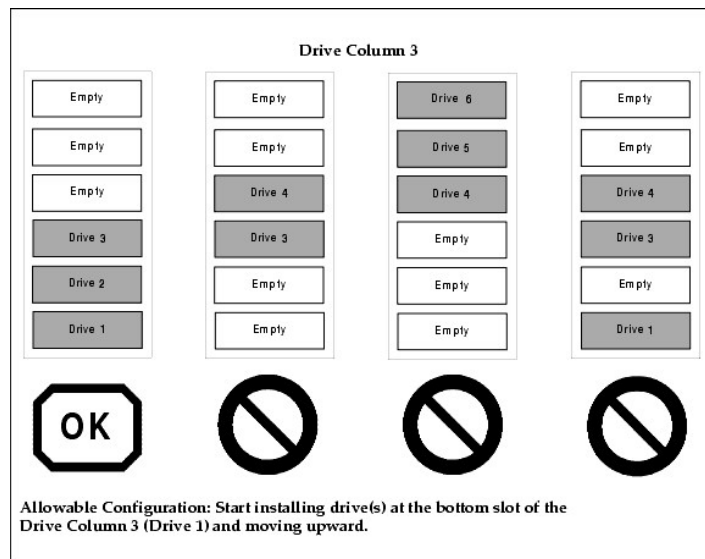
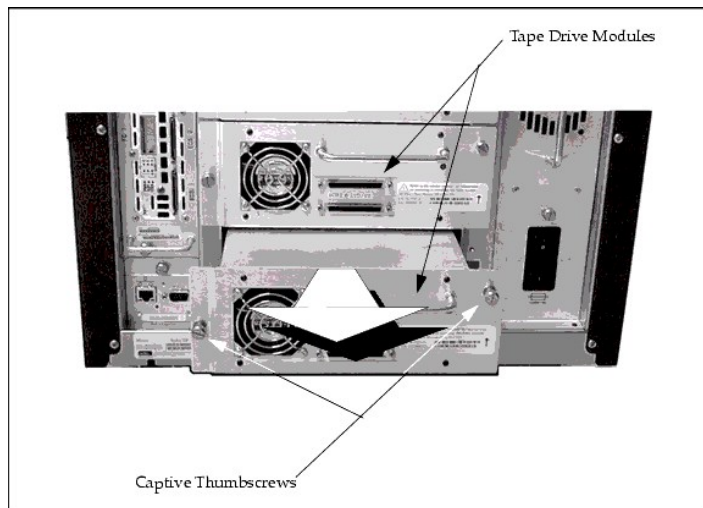

Abbildung 1. Zulässige Konfigurationen bei Installation des Bandlaufwerksmoduls
Abbildung 2. Installieren eines Bandlaufwerksmoduls
Siehe Abbildung 1 und Abbildung 2.
**VORSICHT:** Das erste Bandlaufwerksmodul muss in den unteren Laufwerk-Slot der Laufwerksspalte (Spalte 3 - Slot A) der Bibliothek installiert werden. Alle weiteren Laufwerksmodule werden in den nachfolgenden Slots (B bis F) installiert (siehe Abbildung 1). Bei jeder anderen Konfiguration kann die Bibliothek den Initialisierungsvorgang nicht beenden, und die Laufwerke werden während des Teach-Verfahrens nicht erkannt.